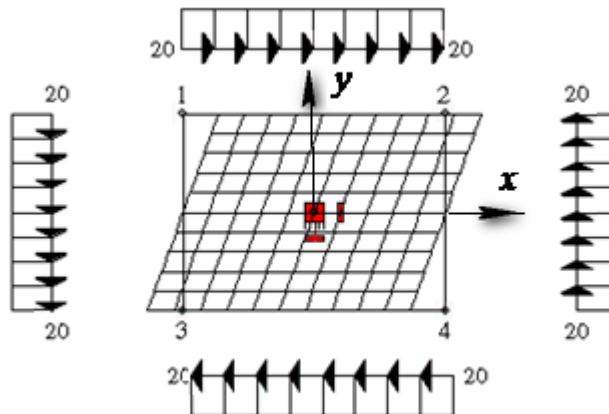

Рис.4.1
4. Напряженно-деформированное состояние пластинки, показанной на рис. 4.1 представляет собой